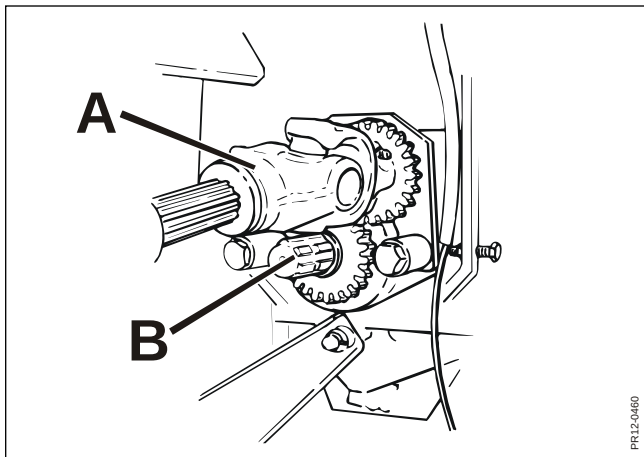

Fig. 5-5
- Fig. 5-5** 2) Déplacer l'arbre de prise de force **A** pour le rotor jusqu'à l'autre position (**pos. 1**) où les pignons ne sont pas en prise.
- Fig. 5-5** 4) Après l'inversion, débrayer à nouveau la prise de force, et lorsque le rotor est complètement arrêté, ramener l'arbre de prise de force **A** sur la sortie **B** pour entraîner le rotor.